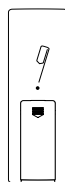

Fig. 27
- Actionnez la **touche de programmation** de la télécommande radio **que vous voulez programmer (Fig. 27) pendant que les 8 bips retentissent, le moteur confirme cette saisie avec une courte rotation effectuée respectivement une fois dans une direction.**